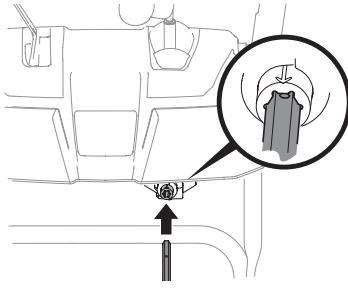

Figure 18
6. Insérez la tige de commande dans le raccord sous le tableau de commande. Vérifiez que le trou sur la tige de commande s'aligne avec la flèche sur le raccord hexagonal. Voir (Figure 18).